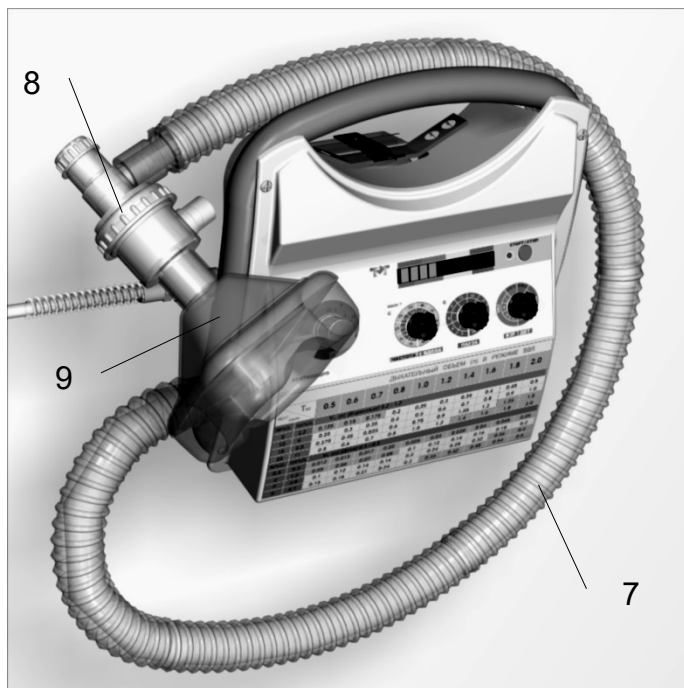

Рис.7
4.7. К выходному штуцеру присоединяется дыхательный шланг 7 (рис.7) с нереверсивным клапаном 8 и лицевой маской 9.